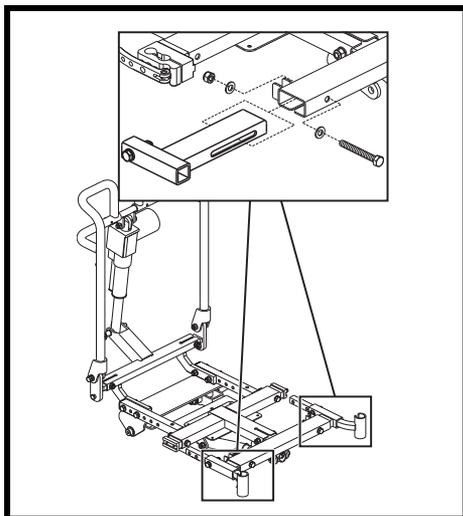

Figure 7. Réglage largeur des repose-jambes
2. Desserrez le support du repose-jambes. **Voir la figure 7.**